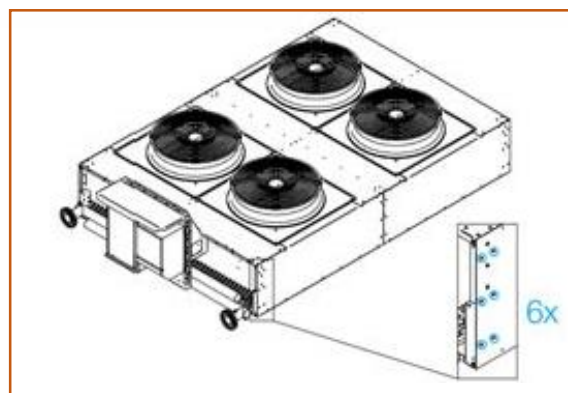

FIG. 04
- Fixer les pieds supports [D] au moyen des vis et rondelles fournies (FIG. 04 et 05)